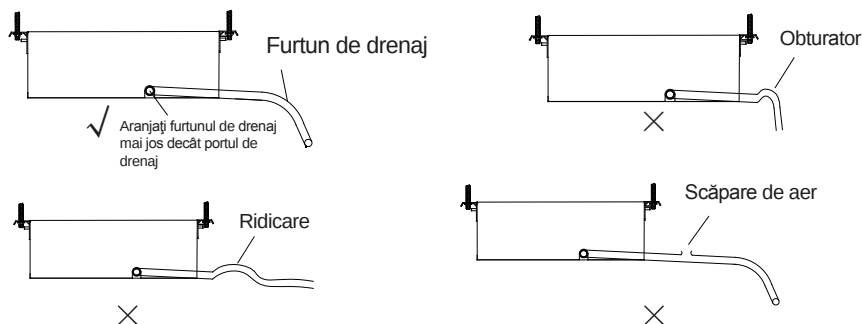

Fig.23
- (1). Montați furtunul de drenaj cu înclinare în jos ($1/50$ până la $1/100$) și nu se utilizează ridicări sau obturatoare pentru furtunuri. (Fig. 23)
- (2). Asigurați-vă că nu există crăpături sau scurgeri la furtunul de drenaj pentru a evita formarea unei pungi de aer. (Fig.23)
- (3). Utilizați întotdeauna furtun de drenaj care a fost bine izolat.